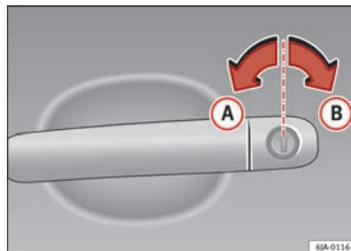

Fig. 46 Posizioni della chiave durante il bloccaggio e lo sbloccaggio del veicolo
- Girare la chiave inserita nella serratura del lato conducente nel senso di marcia, fino a raggiungere la posizione di apertura **(A)** ⇒ fig. 46.
– Girare la chiave inserita nella serratura del lato conducente nel senso inverso a quello di marcia, fino a raggiungere la posizione di chiusura **B** ⇒ fig. 46.